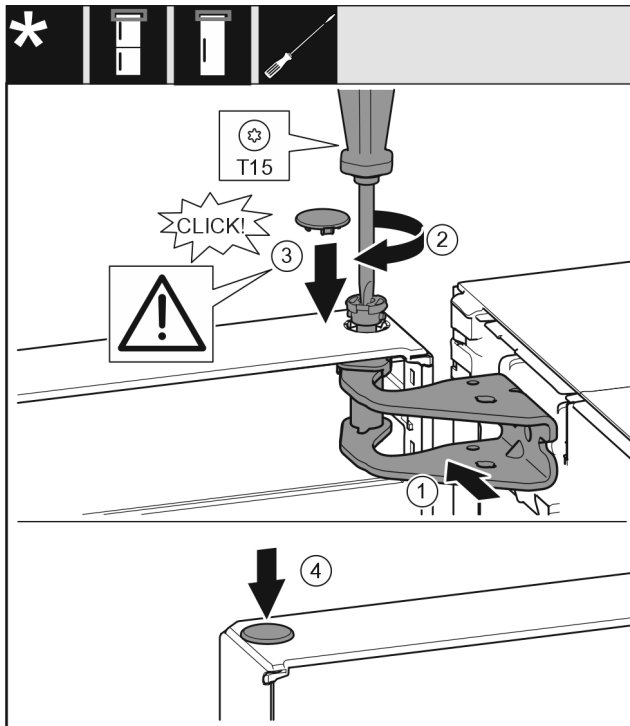

Fig. 20
- ▶ Регулирайте вратата горе спрямо отвора в лагерната стойка. Fig. 20 (1)
- ▶ Поставете болта и затегнете здраво с отвертка T15. Fig. 20 (2)
- ▶ Монтаж на предпазния капак за осигуряване на вратата: Поставете предпазния капак и проверете дали той е допрян до вратата. В противен случай поставете изцяло болта. Fig. 20 (3)
- ▶ Поставете тапата. Fig. 20 (4)